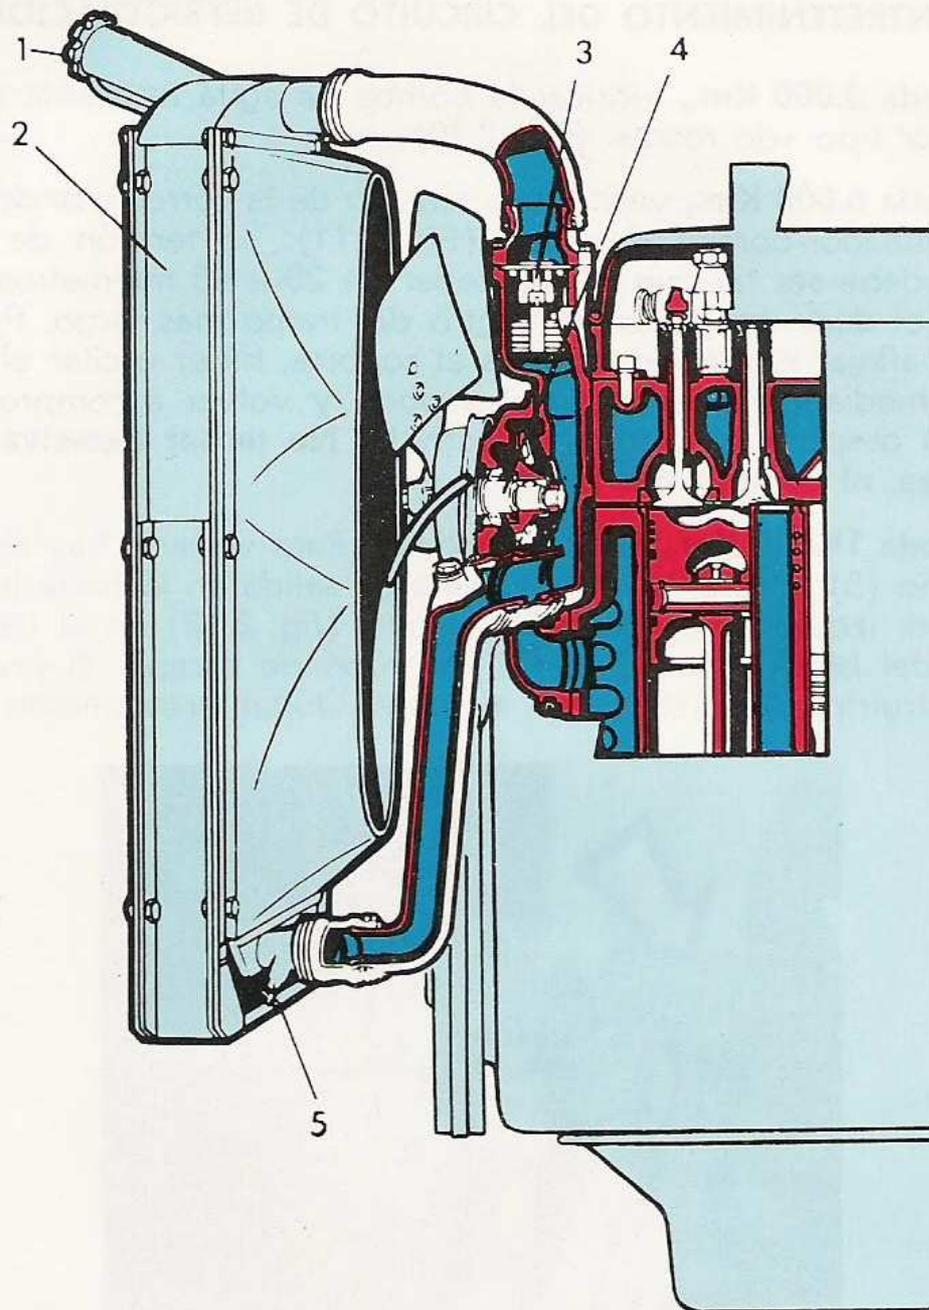
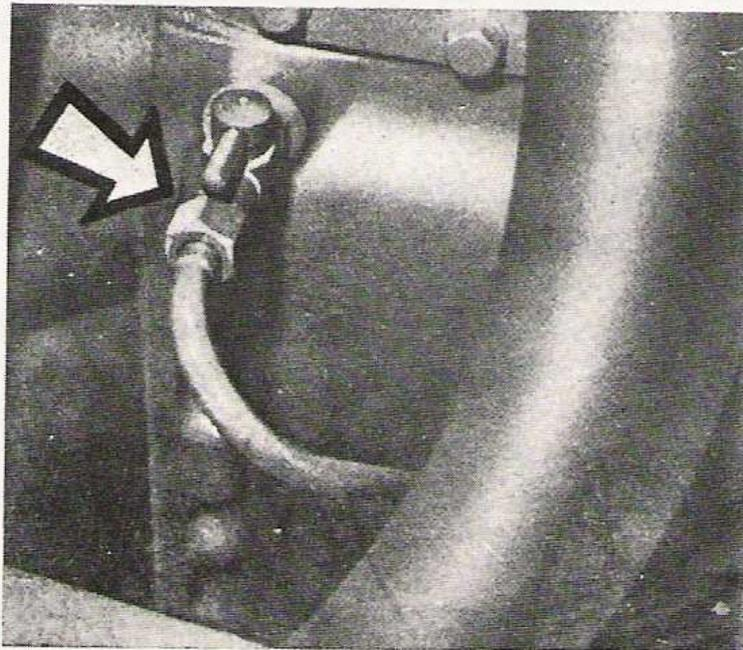

Fig. 2.9. - Circuito de refrigeración
Fig. 2.12. - Grifo de vaciado del cárter motor
Cada 18.000 Km., lavar el circuito. Para vaciarlo hay dos grifos: uno (5) (fig. 2.9) en la tubería de salida en la parte inferior posterior izquierda del radiador, y otro (fig. 2.12) en el lado derecho del bloque-motor, detrás del tubo de escape. Si precisara desobstruirlos, servirse de un alambre. Quitar previamente el ta-